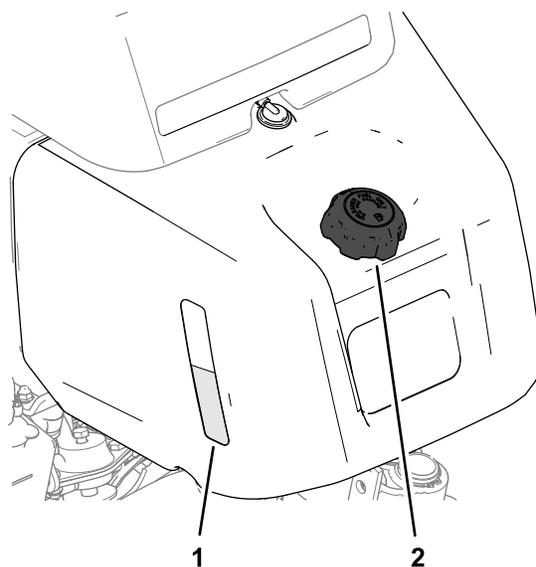
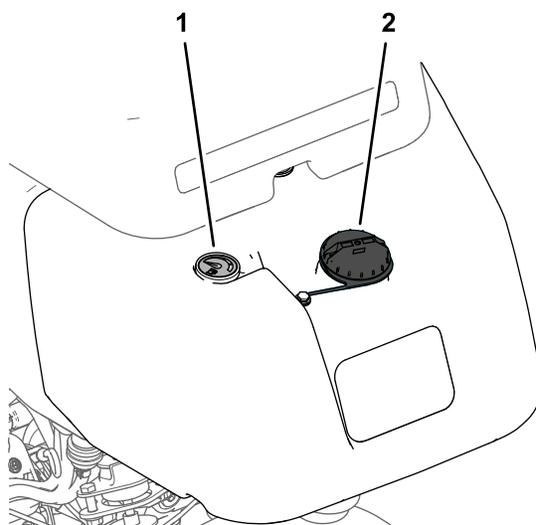

Figure 20
Figure 21
1. Nettoyez la surface autour du bouchon du réservoir de carburant et enlevez le bouchon (Figure 20 ou Figure 21).